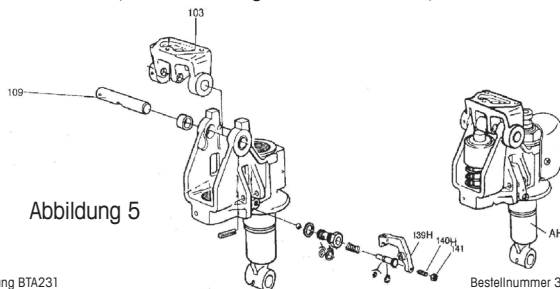

Abbildung 5
2. Deichsel auf dem Basisstück positionieren. Zugdraht vorsichtig durch die Mitte des Basisstücks und die vorgesehene Bohrung in der Deichselachse (siehe Abbildung 5, 109) führen.
4. Stellscheitel anheben und den Stift des Zugdrahts in die Nut des Stellscheitels einsetzen (siehe Abbildung 3 unten und Abbildung 5, 139H)
1. Einstellschraube (siehe Abbildung 5, 140H) auf dem Stellungshebel drehen, bis die Funktion "Senken" (LOWER) funktioniert.
6. Einstellschraube durch Festziehen der Mutter sichern (siehe Abbildung 5, 140H und 141).